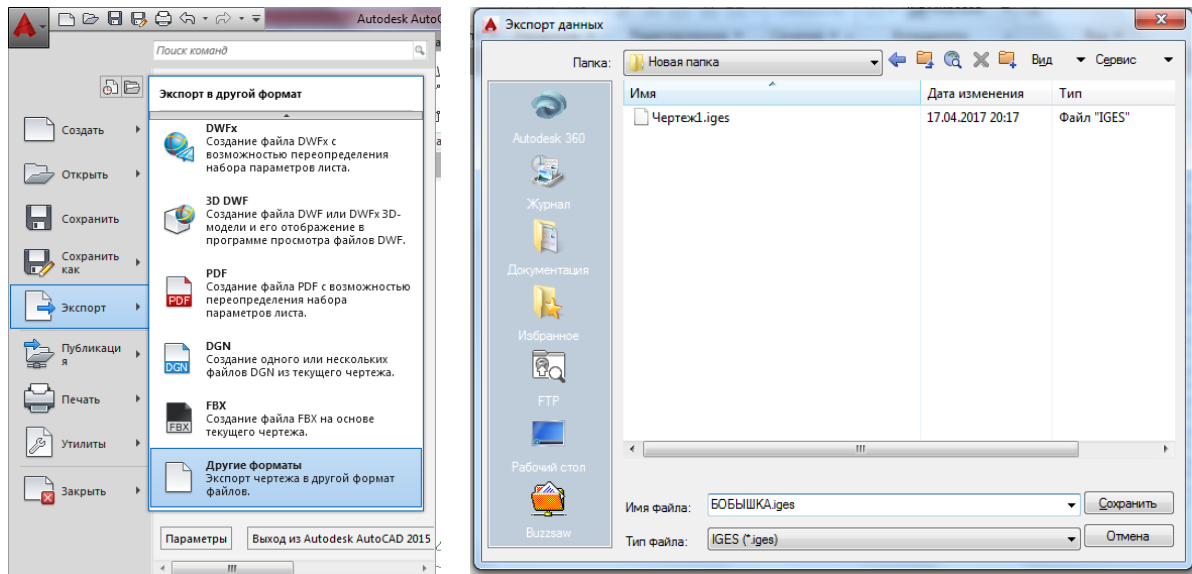

Рисунок 5 – Сохранение (БОБЫШКА.iges)
2.2 Импорт модели из AutoCAD в SprutCAM. Сохраним созданную модель в системе AutoCAD в формате IGES (рисунок 5) и перейдем в систему SprutCAM. В главном меню этой программы во вкладке *3D Модель* выбираем *Импорт*, загружаем ранее созданный файл модели (рисунки 6, 7).